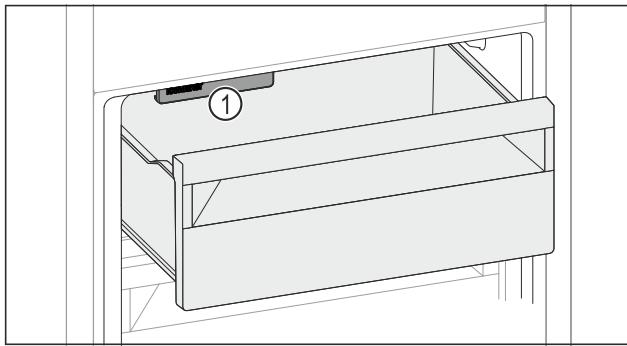

Fig. 111
- Luați în considerare IceMaker Fig. 111 (1).